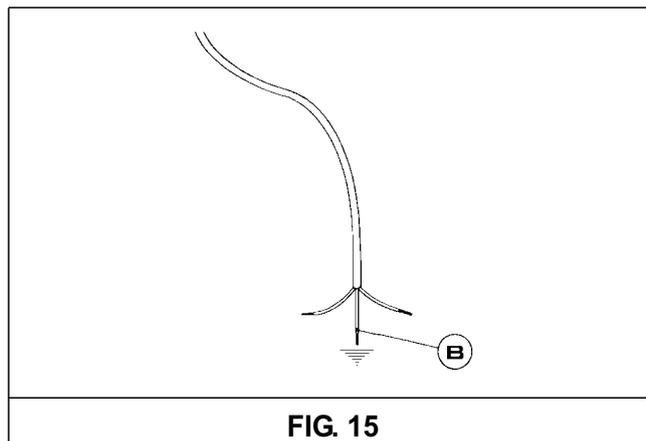

FIG. 15
*En caso de sustitución del cable de alimentación, el instalador deberá tener el conductor de tierra más largo respecto a los conductores de fase (B) (ver fig. 15) y, además, deberá respetar las advertencias indicadas en el párrafo 8.*